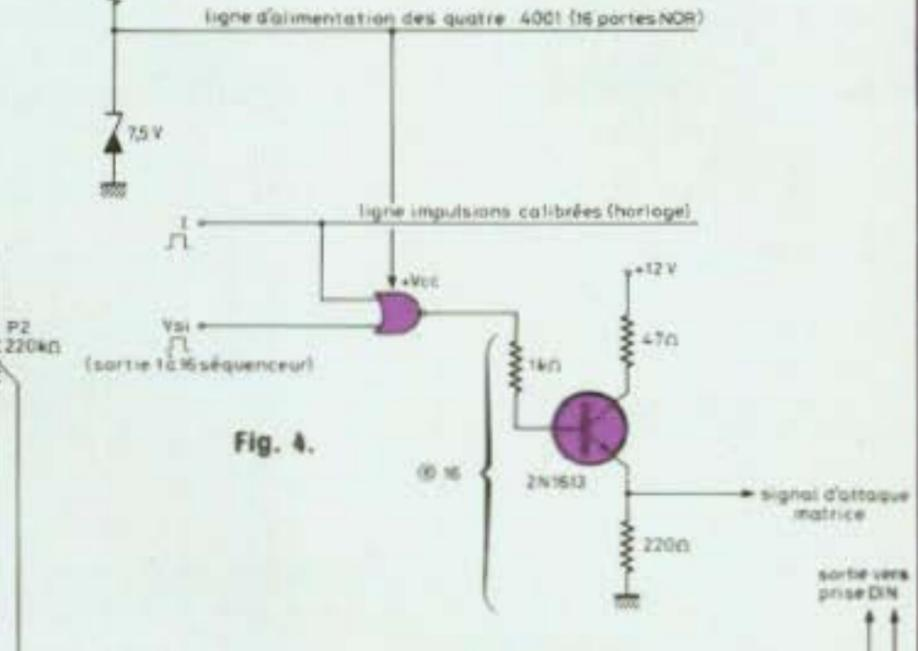

Fig. 4.
c) Circuit de mise en forme des impulsions (fig. 4)